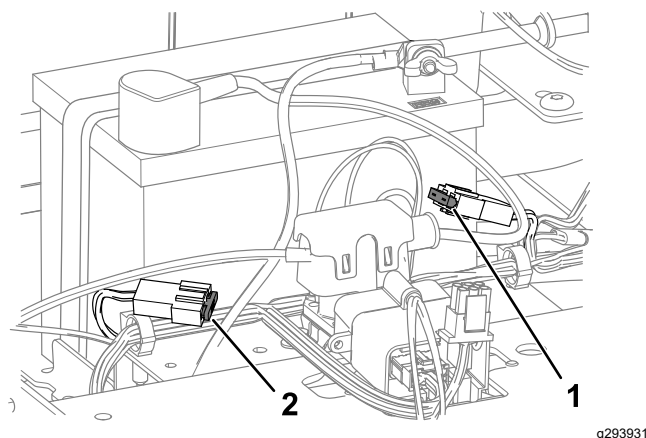

Figura 49
4. Para cambiar un fusible, tire del fusible para retirarlo (Figura 49).